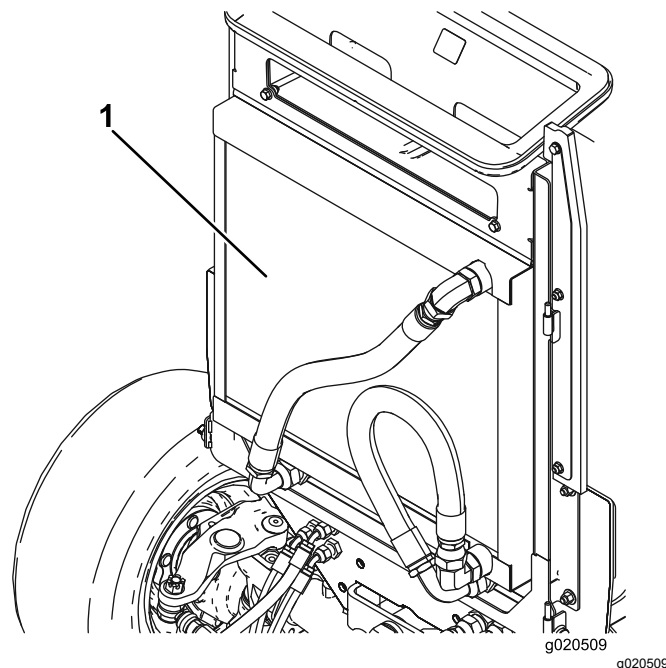

図 118
5. オイルクーラとラジエターの裏表を圧縮空気で丁寧に清掃する 図 118。